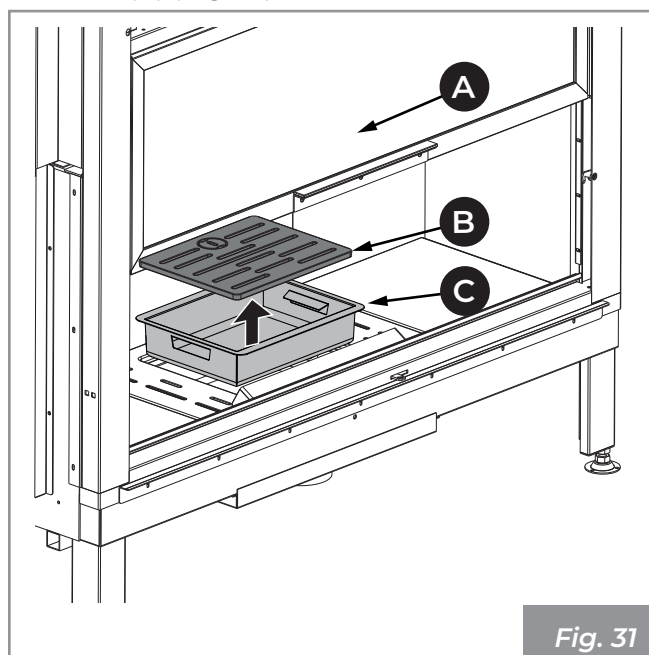

Fig. 31
- 2) Levantar y retirar la rejilla (**B**) y el cajón de cenizas (**C**) (**Fig. 31**).